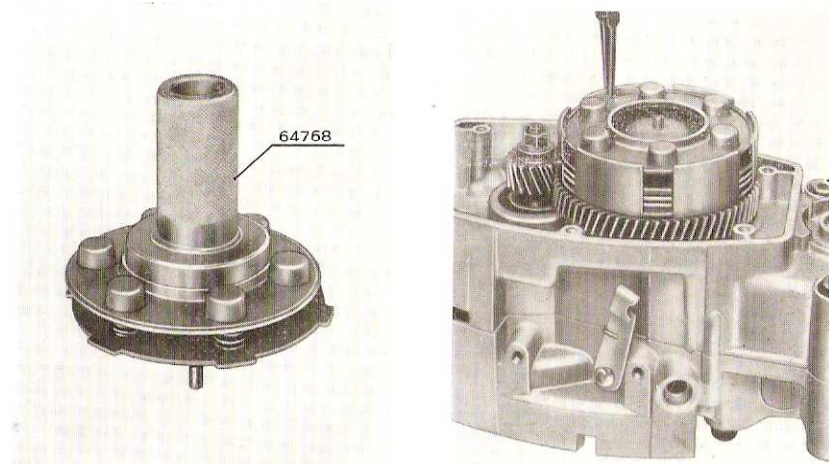

Fig. 4 - Démontage de l'embrayage
9. Fig. 4 - Enlever l'écrou de la tige commande d'embrayage et dévisser celle-ci complètement; ensuite employer l'extracteur 64768 en agissant d'abord sur la vis, ensuite serrer l'écrou avec une clé afin d'aplatir le groupe porte-ressorts.